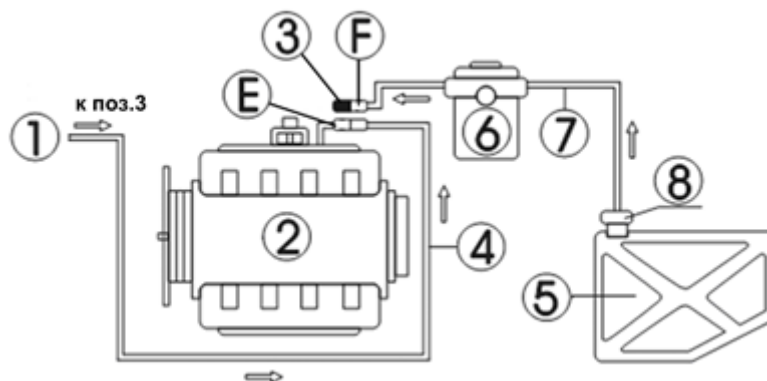

Рис. 5.18
- 1) Отсоедините шланги подачи топлива (E, F) топливной системы двигателя (при снятии соединителя оберните его куском ткани), и затем подберите подходящий соединитель и подключите его к концу шланга E, другой конец подсоедините к подающему шлангу стенда. Подвесьте шланг слива топлива. См. рис.5.18.
- 2) Перекройте другой конец отсоединенного шланга (F) заглушкой, (используйте в том случае, если топливный насос имеет функцию возврата топлива) или снимите предохранитель топливного насоса, или отсоедините кабель питания топливного насоса.